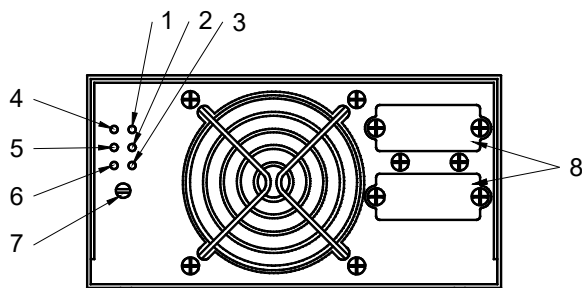

Рисунок 2 – Внешний вид, расположение органов управления, подключения и индикации на передней панели ЗУ
Конструктивно ЗУ выполнено в металлическом корпусе, предназначенном для установки на горизонтальной поверхности. На передней панели ЗУ (см. рисунок 2) расположены:
- снимите защитные крышки с разъемов для подключения ИБП и БМ или внешней батареи на передней панели ЗУ (поз. 8, рисунок 2);